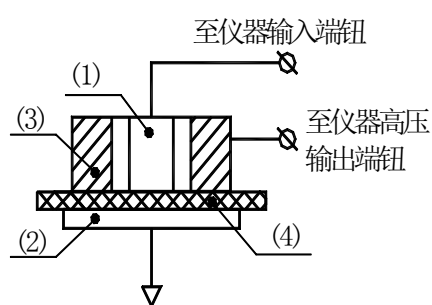

图6 测表面电阻 R_s
2) 测试试样表面电阻时, 电极箱上的选择开关置于 R_s , 此时箱内三电极的状态如图6。